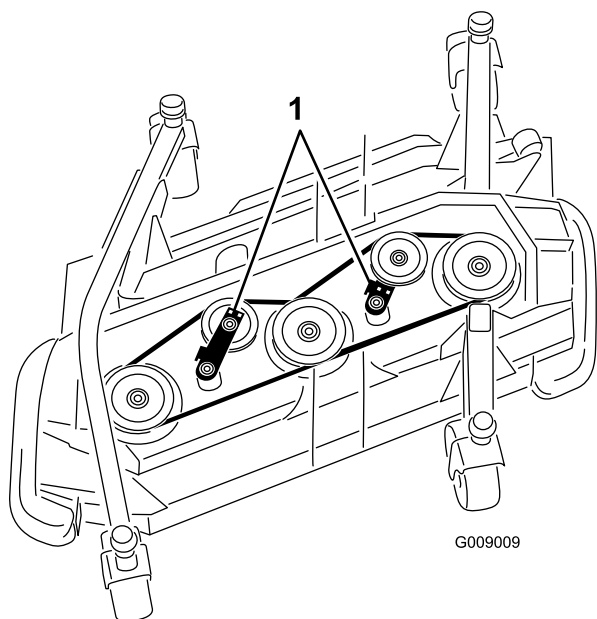

Рисунок 127
5. Используя гаечный ключ с храповиком или аналогичный инструмент, отодвиньте натяжной ролик от приводного ремня, чтобы ослабить ремень и снять его со шкивов (Рисунок 127).